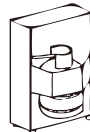

FIG 2
3. Passe os parafusos para fixar o acessório painel da porta traseira. (Fig 2).